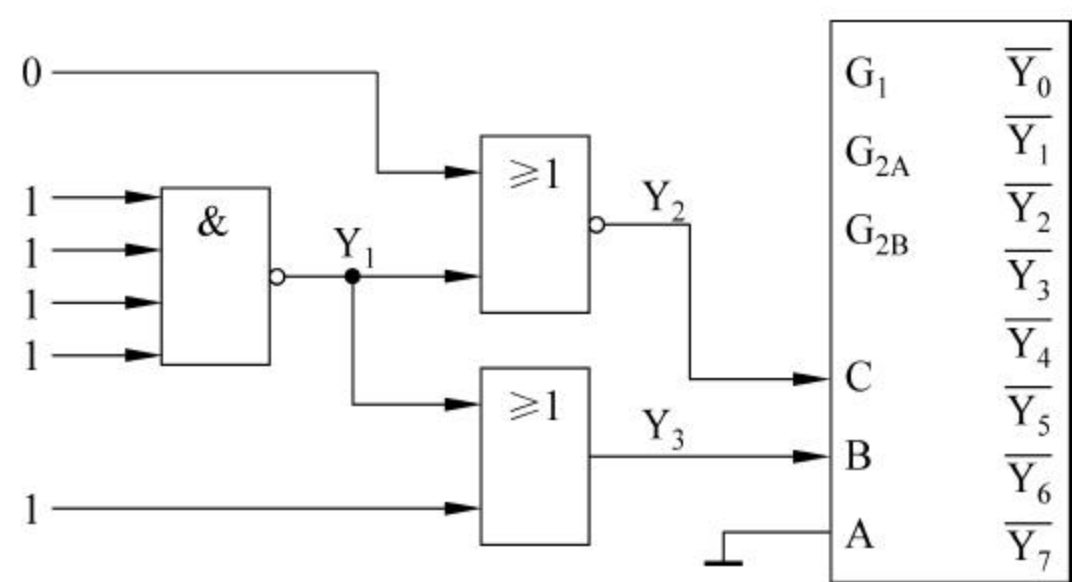

图 1-1 138 译码电路
1.13 图 1-1 中, $Y_1=?$ $Y_2=?$ $Y_3=?$ 138 译码器哪一个输出端会输出低电平?